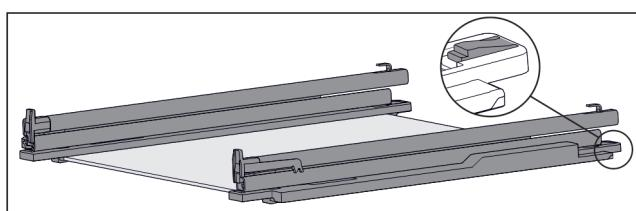

Fig. 125 Стеклянная пластина с направляющими и крепежными элементами
- Крепежный элемент сзади прижмите вниз (см. Fig. 125) и одновременно отодвигните направляющую назад.